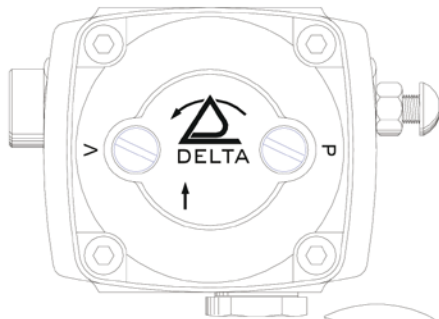

Fig. 1
1. Entfernen Sie den 1/4" Stopfen vom Rücklaufanschluß mit einem 19 mm Gabelschlüssel (Fig. 1).
5. Verschließen Sie den Rücklaufanschluß mit einem 1/4" Metallstopfen (Fig. 1).